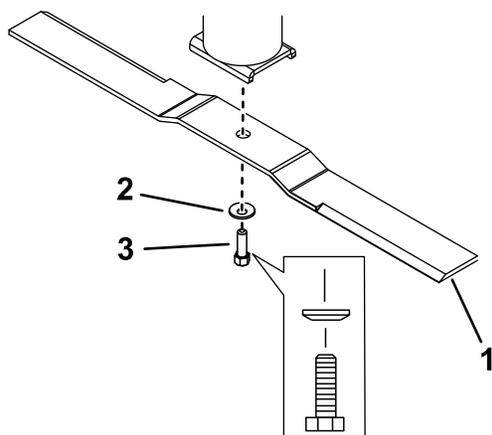

Figure 37
2. Retirez le boulon de lame, la rondelle bombée et la lame de la coupelle d'axe (Figure 37).
1. Placez la lame sur l'axe (Figure 37).
2. Montez la rondelle bombée (face concave vers la lame) et le boulon de lame (Figure 37).